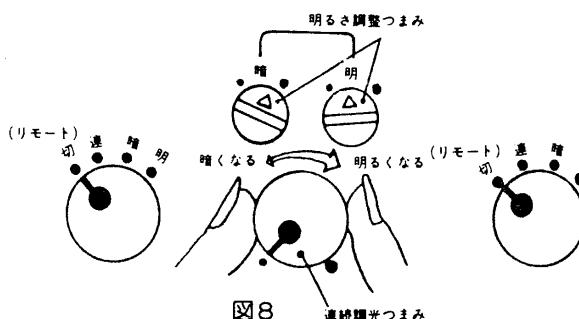

図8
- 切換スイッチを“連”にしますと連続調光つまみにより連続的に調光できます。(図8)